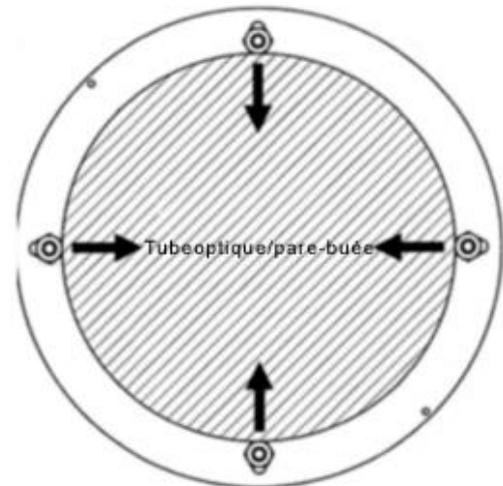

Figure 5 - Vue depuis l'oculaire
2. Placez le filtre sur le télescope. Ensuite, ajustez la position des tiges de façon à les plaquer le plus possible contre le tube/pare-buée (voir figure 5.)